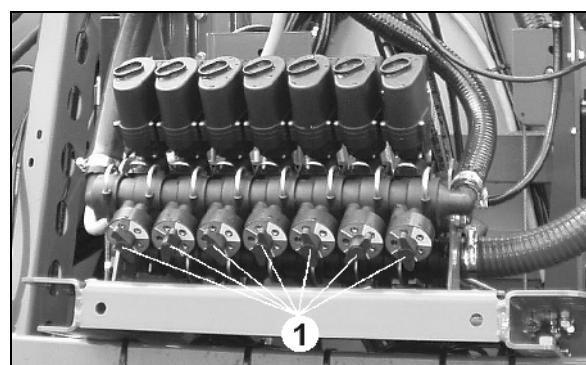
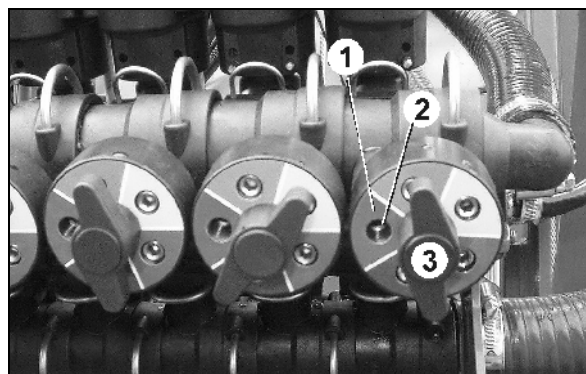

Fig. 3
Fig. 4
7. De färgade fälten på förvalspanelerna för liktryck (Fig. 3/1) motsvarar färgen på de olika spridarmunstyckena. Färgfältet till det valda spridarmunstycket måste peka åt vänster (Fig. 4/1).
8. Gör en förinställning av liktrycksinstrumentet med hjälp av inställningsskruvarna (Fig. 4/2).
- o Vrid den inställningsskruv (Fig. 4/2) till liktrycksanordningen för denna delbreddsventil tills indikeringen åter visar ett spruttryck på exakt 4 bar. Öppna sedan denna delbredd.
10. När förinställningen av liktryck för de olika munstyckena är utförd kan du lätt ställa in liktrycket igen efter byte av munstycke genom att vrida förvalspanelen för liktryck tills den visar färgen för det valda munstycket. Lossa vingmuttern (Fig. 4/3) - ta fram och vrid på förvalspanelen för liktryck - dra åt vingmuttern.